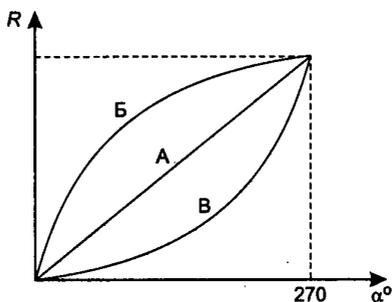

Рис. 1.2. Изменение сопротивления в зависимости от угла поворота оси
Переменные резисторы могут иметь разный закон изменения сопротивления в зависимости от угла поворота оси (угломерная характеристика) (рис. 1.2).
5. По данным таблицы построить угломерную характеристику в координатах, аналогичных рис. 1.2.